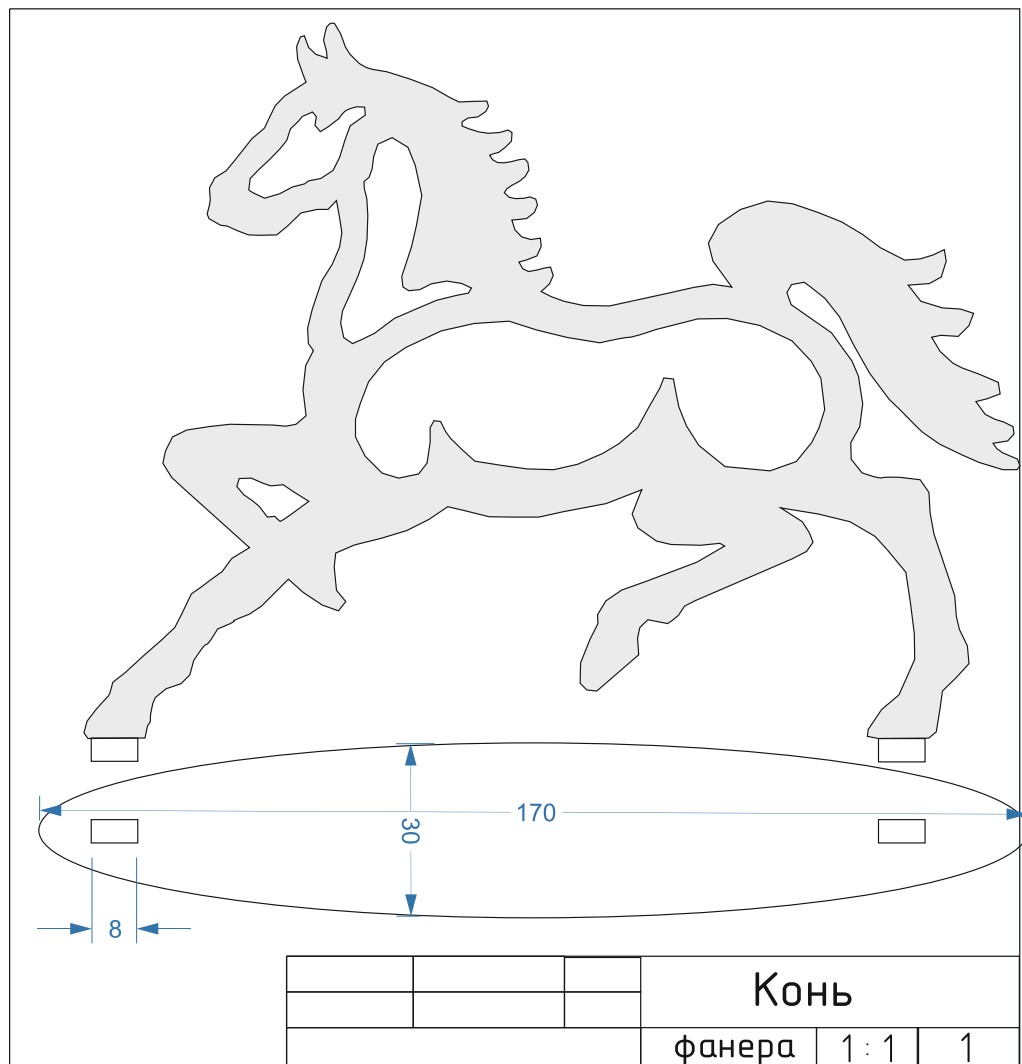

Рис. 1. Чертеж Конь на подставке
2. Произвести разметку заготовки с помощью копировальной бумаги (рис. 1).